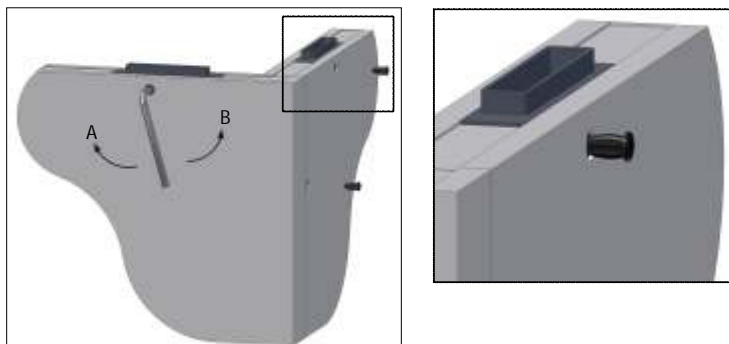

Fig. 11
- 1º Rodar a chave no sentido dos ponteiros do relógio até parar (Fig. 11 – Posição A);
- 2º Rodar a no sentido contrário até apertar. (Fig. 11 – Posição B)
- Após o aperto, colocar tacos nos furos (Fig. 11);